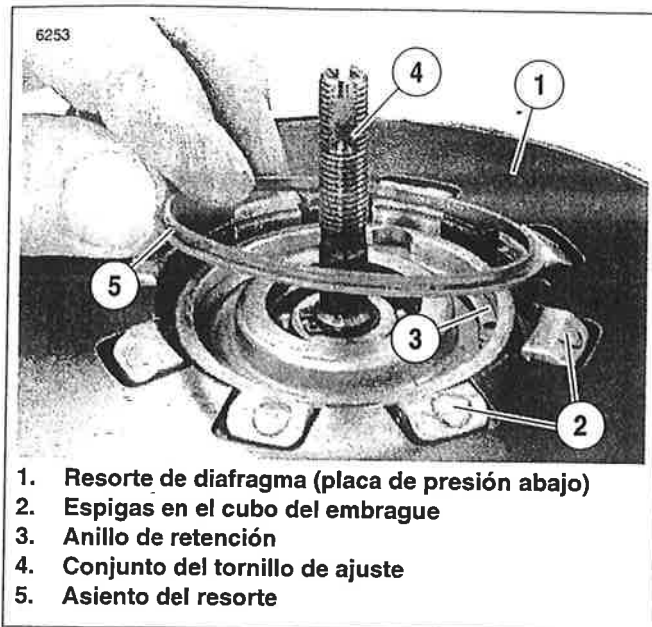

Figura 6-17. Instalación del asiento con resorte
11. Vea la Figura 6-17. Alinee las aberturas cuadradas de la placa de presión y el resorte del diafragma (1) de tal manera que el montaje se pueda instalar sobre las espigas del cubo del embrague (2). Coloque el conjunto del asiento de resorte (5), anillo de retención (3), resorte del diafragma (1), placa de presión, componentes del tornillo de ajuste (4) y la herramienta de compresión sobre el cubo del embrague y contra el paquete de embrague (artículo 28, Figura 6-11.).